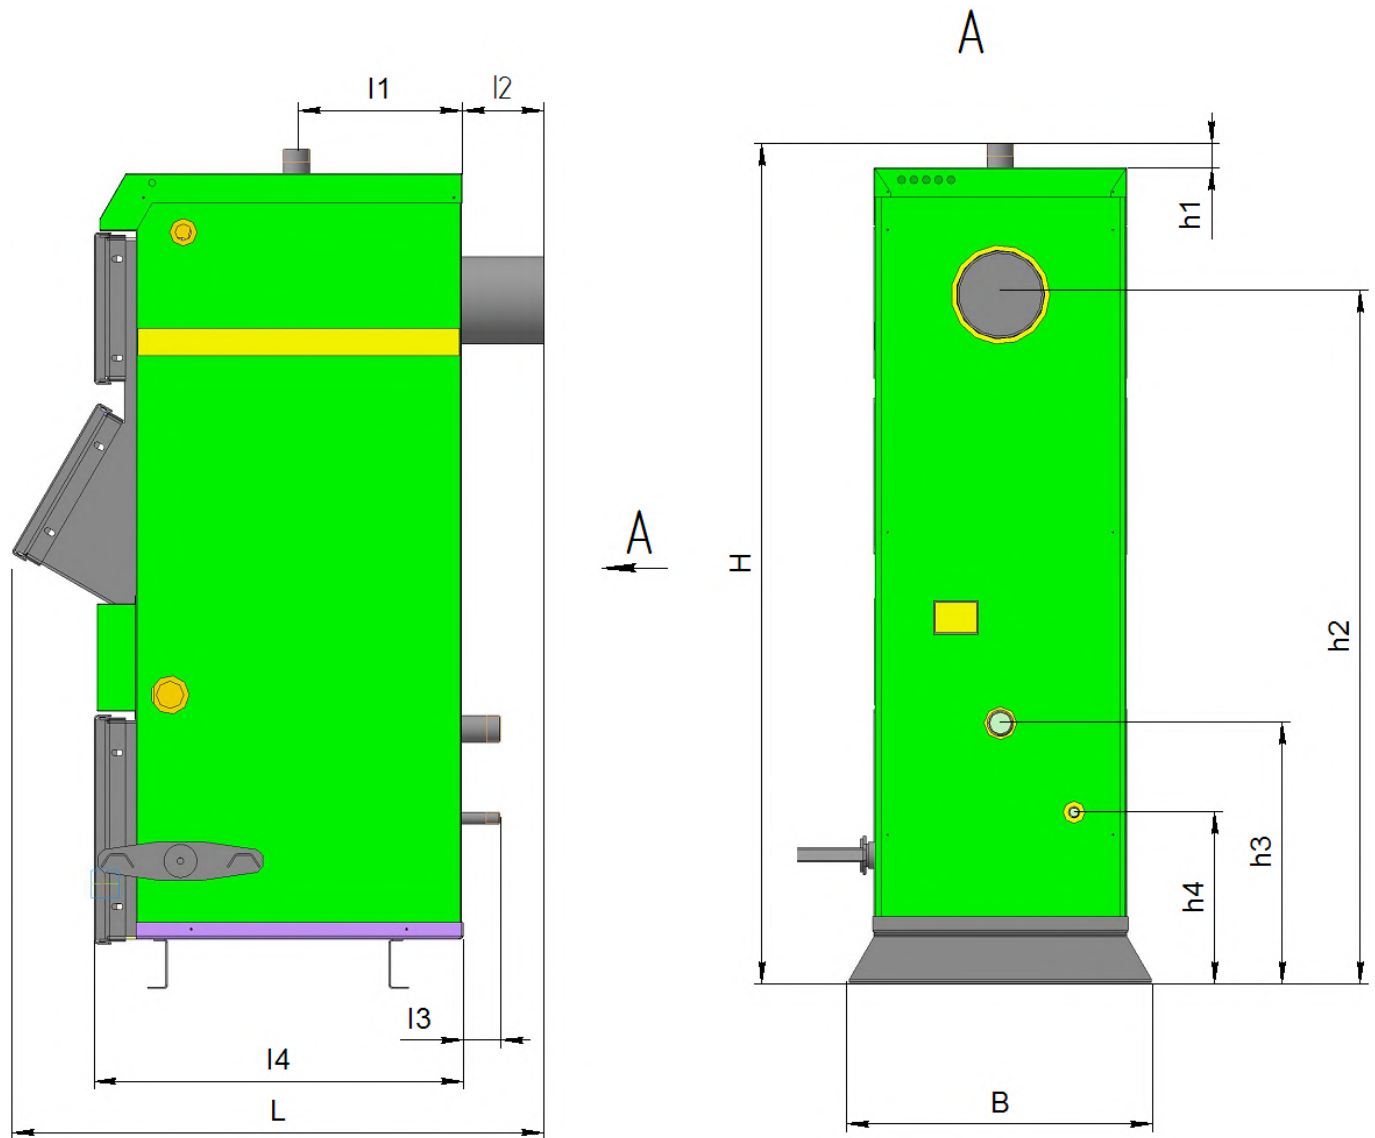

Рисунок 1 - Габаритные и присоединительные размеры Котлов моделей LC12-42
Габаритные и присоединительные размеры Котла (см. рис.1), мм:
Котел (рис.1) представляет собой стальной сварной теплоизолированный каркас, обшитый снаружи съемной декоративной облицовкой, все вместе образующие собой корпус, и устанавливаемый на собственных опорах (16). Внутреннее пространство имеет сложную конфигурацию, включает в своем составе трубчатый теплообменник (14), предназначенный для циркулирования теплоносителя (воды), листовые детали, образующие вместе со стенками каркаса камеру сжигания, воздухоподводящие каналы (на рисунке не показаны), (систему дымоудаления из Котла (9). Внутри каркаса в нижней части расположены устройства: колосниковая решетка для размещения топлива (15), зольный ящик (5) для сбора и удаления золы, а также механизм очистки колосников от сажи (6). В нерабочем состоянии механизм (6) располагается в зольном ящике (5). Колосниковая решетка выполнена из труб гидравлического контура Котла и является неотъемлемой частью теплообменника (15). Снаружи Котел имеет дверцы для обслуживания Котла (11,12,13), патрубки для подсоединения к трубопроводам водяного контура системы отопления (1,2), патрубков для опорожнения теплообменника (3), штуцер для установки тягорегулятора (17), штуцер для установки термодатчика (19), а также педаль (7) для управления механизмом очистки колосников от сажи (6). По желанию заказчика педаль (7) может быть заменена на рычаг (на рисунке не показан).